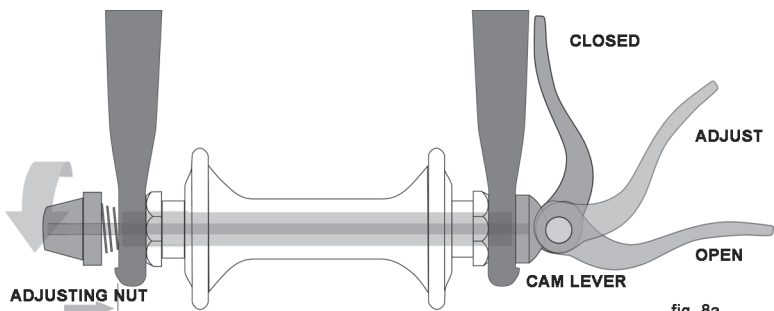
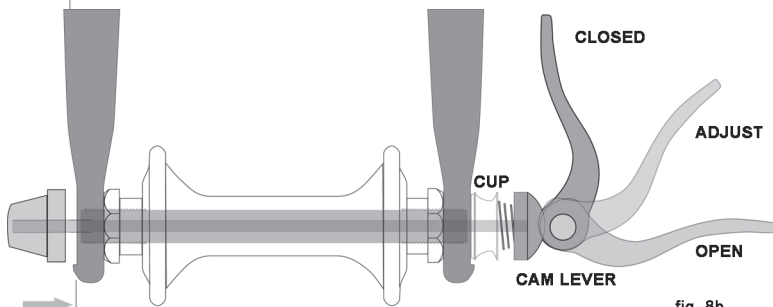
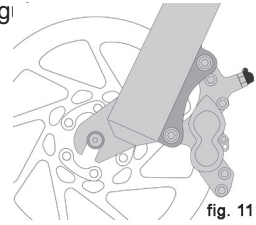
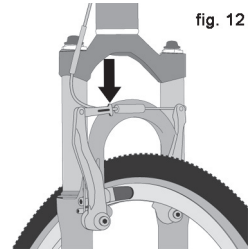

fig. 8a
fig. 8b
fig. 11
fig. 12
- Durch die hohle Nabenachse wird eine Spannachse mit Gewindemutter am einen und Exzenter-Mechanismus (siehe Abb. 8a und b) am anderen Ende gesteckt
Zurzeit gibt zwei Arten von Schnellspann-Systemen: die herkömmliche Bauform (Abb. 8a) und ein System mit zusätzlicher Haltekappe („Cup“, siehe Abb. 8b). Beide funktionieren mit einem Exzenter-Mechanismus, um das Laufrad sicher in Rahmen oder Gabel zu fixieren. Möglicherweise ist ihr Bike mit beiden Typen ausgestattet – vorne mit Zusatz-Haltekappe, hinten ohne.
a. Justieren von herkömmlichen Exzenter-Schnellspannern (Abb. 8a)
(1) Bei Felgenbremsen: Öffnen Sie den Schnellspann-Mechanismus der Bremse, um den Abstand zwischen Bremsbelägen und Felge zu vergrößern (siehe Kapitel 4.C, Abb. 11 bis 15).
(2) Bei Schnellspannachsen: Legen Sie den Schnellspannhebel von geschlossen („CLOSED“) auf offen („OPEN“) um (Abb. 8a & b). Bei Steck- oder Schraubachsen: Öffnen Sie die Klemmschraube(n) mit dem Bedienhebel oder passendem Werkzeug um einige Umdrehungen gegen den Uhrzeigersinn.
(3) Bei aufgesteckten Ausfallsicherungen: Lösen Sie diese und gehen zu Schritt 4. Bei in die Gabel integrierten Ausfallsicherungen und herkömmlichem Schnellspanner (Abb. 8a): Drehen Sie die Einstellmutter einige Umdrehungen gegen den Uhrzeigersinn, bis sich das Laufrad nach unten ausbauen lässt. Bei Schnellspann-System mit Zusatz-Haltemutter (Abb. 8b): Hier müssen keine Schrauben oder Muttern gedreht werden. Drücken Sie stattdessen Haltemutter und Schnellspannhebel zusammen, um das Laufrad ausbauen zu können.
(1) Bei Schnellspannachsen: Legen Sie den Schnellspannhebel in die Position „OPEN“ (Abb. 8b). Bei Schraub- oder Steckachsen: weiter beim nächsten Schritt.
(2) Drehen Sie Lenker und Gabel in „Geradeaus“-Stellung und setzen Sie das Laufrad so in die Gabel, dass die Achsenden fest in den Ausfallenden sitzen. Der Schnellspannhebel (falls vorhanden) sollte in Fahrtrichtung links sein (Abb. 8a und b). Bei aufgesteckten Ausfallsicherungen: bitte jetzt korrekt montieren.
(3) Bei herkömmlichem Schnellspanner: halten Sie den Schnellspannhebel in „ADJUST“-Position und ziehen Sie die Einstellmutter handfest an (Abb. 8a). Bei Schnellspann-System mit Zusatz-Haltekappe (Abb. 8b): Achsmutter (rechts) und Haltekappe müssen in die Ausfallenden eingerastet sein – es sind keine weiteren Einstellarbeiten nötig.
(4) Drücken Sie die Gabel fest nach unten, sodass die Achsenden auf Anschlag in den Ausfallenden und das Laufrad mittig in der Gabel sitzen:
(a) Bei Schnellspannachsen: Legen Sie den Schnellspannhebel in die „CLOSED“-Position (Abb. 8a und b). Der Hebel sollte parallel zum Gabelbein verlaufen und zum Laufrad hin gebogen sein. Die Klemmkraft ist ausreichend, wenn der Schnellspannhebel einen Abdruck in ihrer Hand hinterlässt und Sie zum Schließen mit den Fingern ans Gabelbein greifen müssen.
(1) Bei Kettenschaltung mit mehreren Ritzeln hinten: schalten Sie hinten in den größten Gang (also aufs kleinste, äußerste Ritzel). Bei Nabenschaltung: Fragen Sie ihren Fachhändler oder lesen Sie die Bedienungsanleitung der Nabenschaltung, bevor Sie das Hinterrad ausbauen. Ohne Gangschaltung: weiter bei Schritt (4).
(2) Bei Felgenbremsen: Öffnen Sie den Schnellspann-Mechanismus der Bremse, um den Abstand zwischen Bremsbelägen und Felge zu vergrößern (siehe Kapitel 4.C, Abb. 11 bis 15).
(3) Bei Kettenschaltung: Ziehen Sie den Schaltwerkkörper nach hinten.
(4) Bei Schnellspannachsen: Legen Sie den Schnellspannhebel in die „OPEN“-Position (Abb. 8b). Bei Steck- oder Schraubachsen: Öffnen Sie die Klemmschraube(n) mit dem Bedienehebel oder passendem Werkzeug. Drücken Sie das Laufrad nach vorne/unten, bis sich die Kette vom Ritzel löst.
(5) Heben Sie das Bike hinten etwas an und nehmen das Hinterrad heraus.
(1) Bei Schnellspannachsen: Legen Sie den Schnellspannhebel in die „OPEN“-Position (Abb. 8a und b). Der Hebel sollte sich in Fahrri chtung links befinden, gegenüber von Schaltwerk und Ritzeln.
(2) Bei Kettenschaltung: Stellen Sie sicher, dass das Schaltwerk in der äußersten Position (größter Gang) ist. Ziehen Sie den Schaltwerkkörper zurück und setzen das Hinterrad so ein, dass die Kette auf dem kleinsten Ritzel liegt.
(3) Ohne Gangschaltung: Nehmen Sie die Kette vom vorderen Kettenblatt ab, damit sie lose genug ist. Legen Sie die Kette aufs Ritzel am Hinterrad.
(4) Führen Sie die Achsenden in die Ausfallenden ein und ziehen das Laufrad nach hinten/oben, bis die Achsenden auf Anschlag in den Ausfallenden sitzen.
(5) Ohne Gangschaltung oder bei Nabenschaltung: Legen Sie die Kette aufs vordere Kettenblatt. Ziehen Sie das Hinterrad nach hinten/oben in die Ausfallenden, sodass es korrekt im Rahmen zentriert ist und die Kette in der Mitte zwischen Ritzel und Kettenblatt ca. 6 mm Spiel nach oben/unten hat.
(6) Mit Schnellspann achse: Legen Sie den Schnellspannhebel in die „CLOSED“-Position (Abb. 8a und b). Der Hebel sollte nun parallel zu Ketten- oder Sitzstrebe verlaufen und zum Laufrad hin gebogen sein. Die Klemmkraft ist ausreichend, wenn der Schnellspannhebel einen Abdruck in der Hand hinterlässt und Sie zum Schließen mit den Fingern an die Rahmenstrebe greifen müssen.
(7) Bei Steck- oder Schraubachsen: Ziehen Sie die Klemmschrauben mit dem empfohlenen Drehmoment an (siehe Anhang D oder entsprechende Bedienungsanleitungen von Rahmen- oder Naben-Hersteller).
Manche Bikes sind mit einem Sattelstützen-Schnellspanner ausgestattet. Dessen Exzenter-Klemmung funktioniert genauso wie ein herkömmlicher Laufrad-Schnellspanner (Kapitel 4.A.2, Abb. 8a).
3. Manche Bike-Bremsen, z. B. Scheibenbremsen (Abb. 11) oder V-Brakes (Abb. 12), können enorme Bremskräfte entwickeln. Machen Sie sich mit Funktion und Wirkung dieser Bremsen vertraut, bevor Sie sich in den Straßenverkehr oder andere gefährliche Situationen begeben.
Die meisten Felgenbremsen verfügen über einen Schnellspann-Mechanismus, mit dem zum Radaus- oder -einbau der Abstand der Bremsbeläge zur Felge vergrößert werden kann. Wenn dieser Mechanismus geöffnet ist, können die Bremsen nicht funktionieren. Lassen Sie sich von ihrem Fachhändler die Funktion des Schnellspann-Mechanismus an ihren Bremsen erklären (siehe Abb. 12, 13, 14 und 15) und überprüfen Sie vor jeder Ausfahrt die korrekte Funktion der Bremsen.